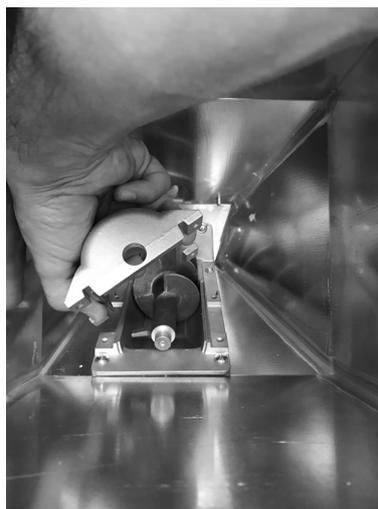

Fig. 49 - Gehäuse entfernen
- Gehäuse entfernen (siehe **Fig. 49**).